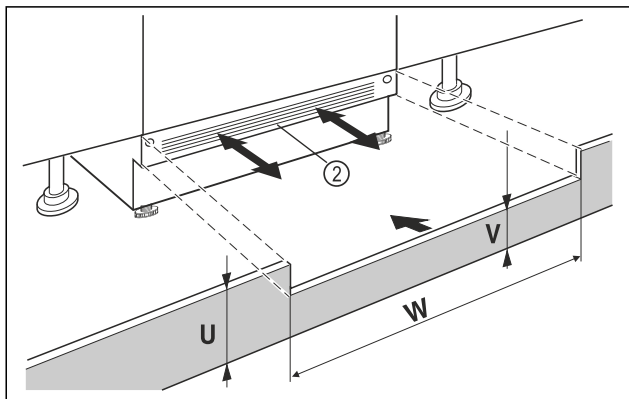

Fig. 40 Primjer izgleda
- ▶ Natakните masku podnožja uređaja Fig. 40 (2), ali je nemojte još pričvrstiti.
- ▶ Ako se maska podnožja Fig. 40 (2) vidi, izvucite je toliko prema naprijed da prednji rub ventilacijske rešetke i maske podnožja namještaja tvore ravninu.
- ▶ Ako je maska podnožja skrivena Fig. 40 (2), gurnite je posve prema otvora.
- ▶ Obratite pozornost na potpuno slobodne ventilacijske otvore: Po potrebi izrežite visinu maske podnožja namještaja Fig. 40 (U)!
- ▶ Uzduž širine niše Fig. 40 (W) prilagodite visinu poprečne lamele Fig. 40 (V) ispod maske podnožja uređaja Fig. 40 (2).